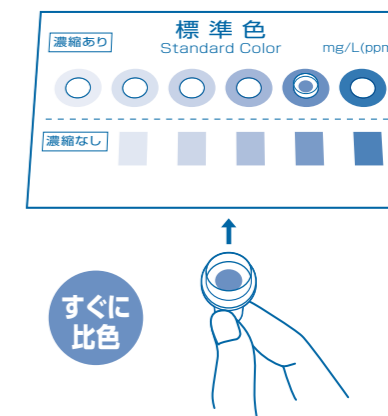

図16
- ⑯コネクタからチップをはずし、すぐに標準色の穴に裏面側から差し込み、比色します。(図16)